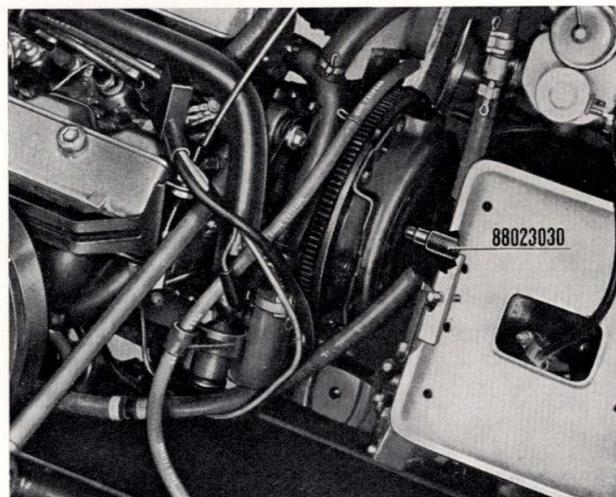

Fig. 42 - Mise en place de l'outil 88023030
- Pour le centrage de l'embrayage, lors de la repose, employer l'outil 88023030 de la figure 42.